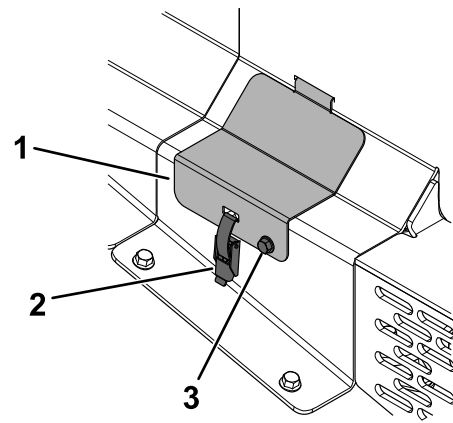

Figura 43
2. Retire el perno y desenganche la cubierta (Figura 43).